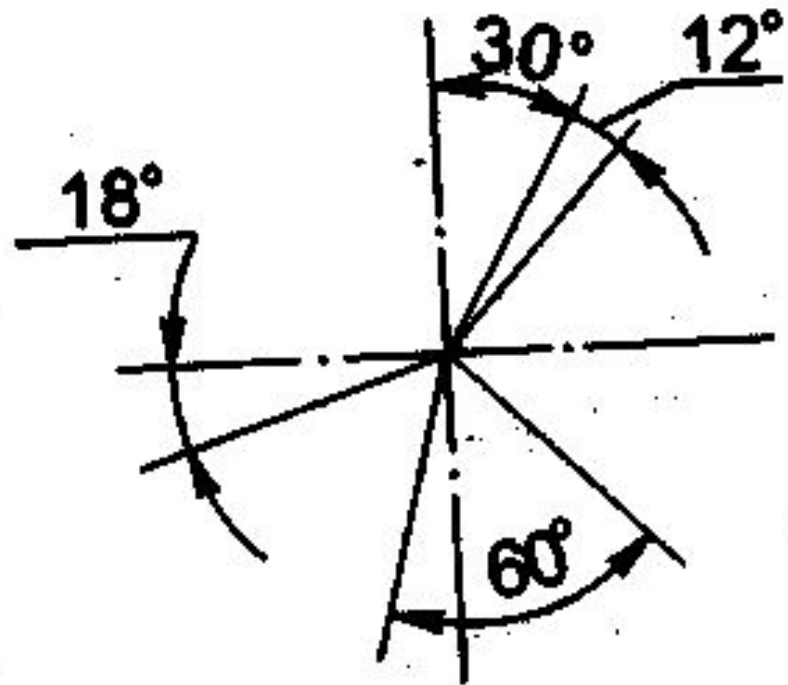

Рис. 7
- Угловые размеры наносят, как показано на рис. 7. Их указывают в градусах ($^{\circ}$), минутах ($'$) и секундах ($''$), проставляя единицы измерения, например, размер 30° на рис. 7. Размерную линию при этом проводят в виде дуги окружности с центром в вершине